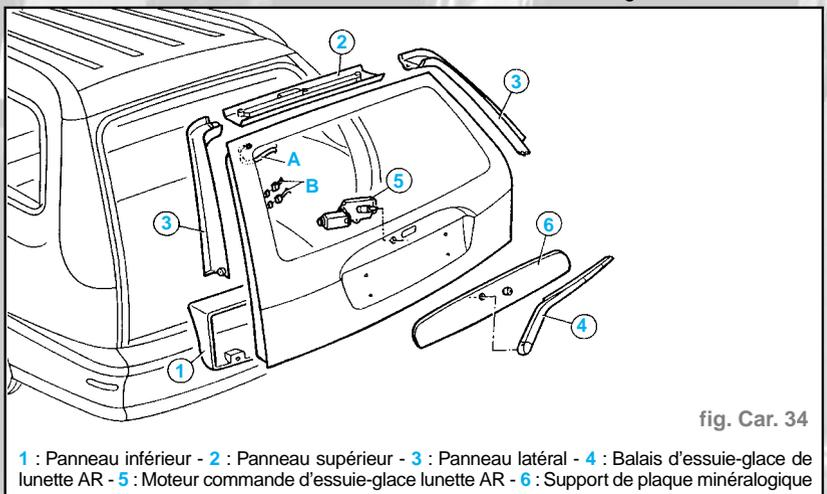

fig. Car. 34
- Déposer les éléments représentés sur la fig. Car. 34.